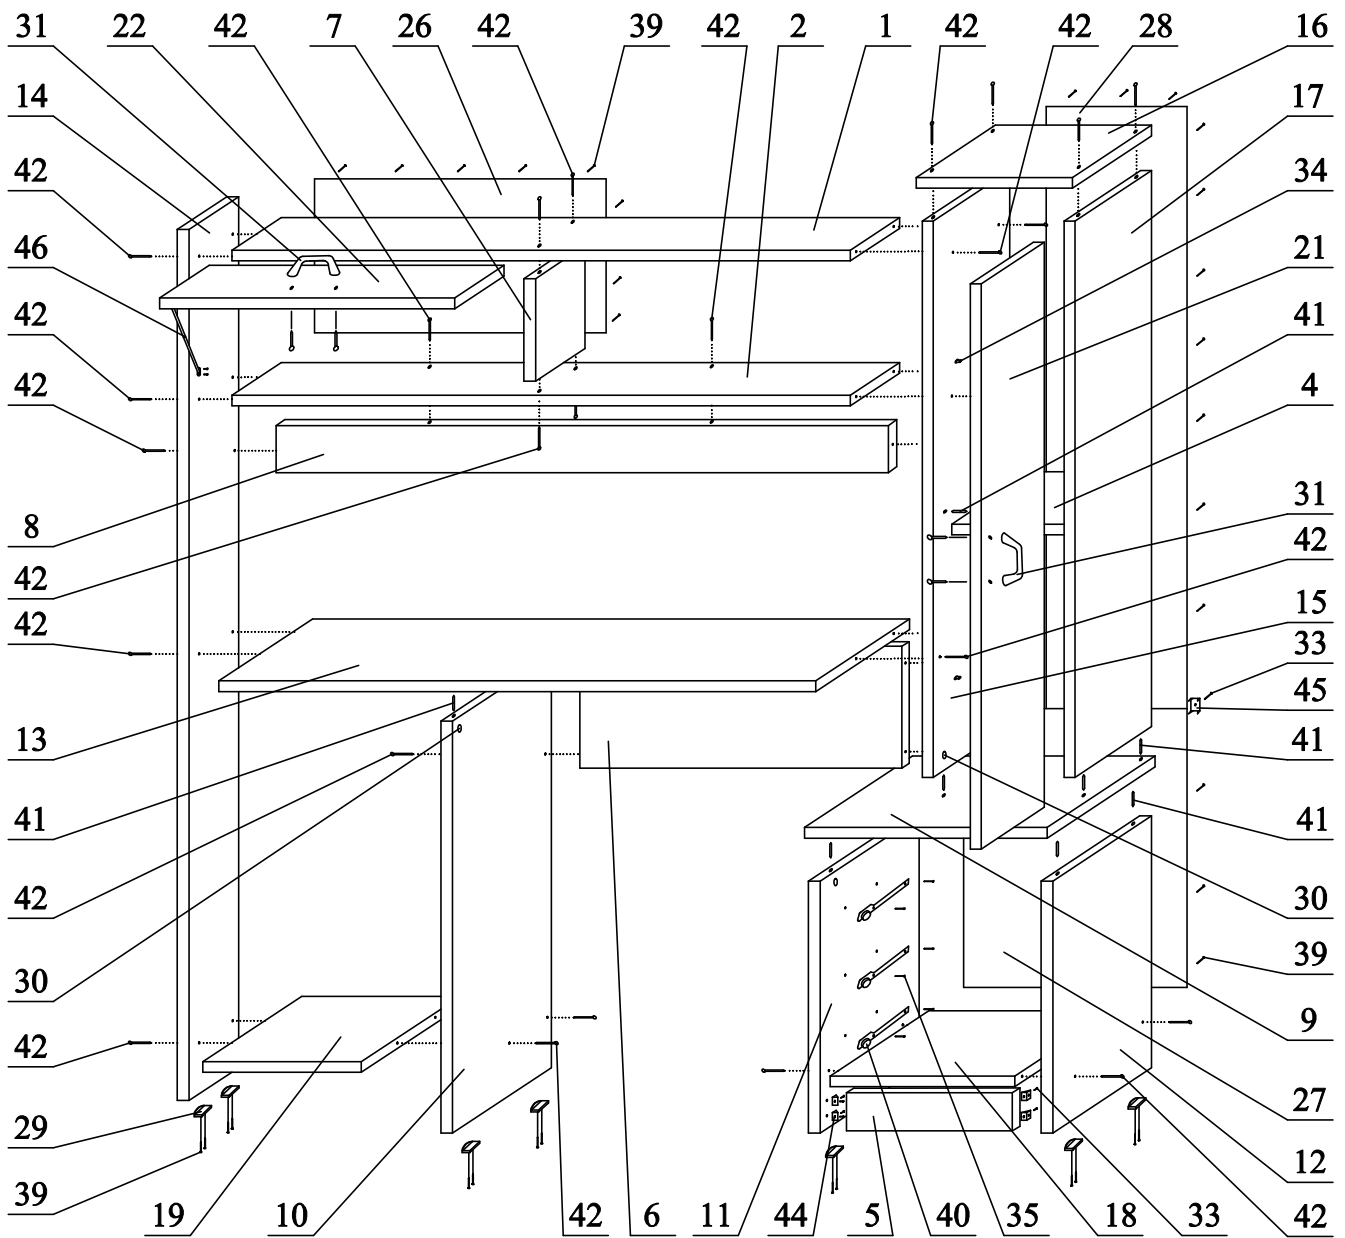
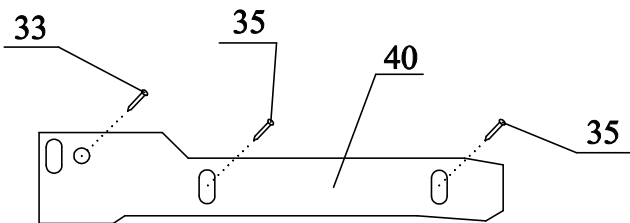

Рис. 1 Схема сборки стола
Рис. 4 Крепление направляющих
1. Вкрутить штоки эксцентрика (41) в столешницу (13), боковины пенала (15, 17) и крышу тумбы (9);
2. К боковинам тумбы (11, 12) прикрепить направляющие (40) при помощи саморезов (35) (рис.1 и рис.4);
3. К боковинам тумбы (11, 12), перегородке (10) и боковине левой (14) прибить подпятники (29) гвоздями (39);
4. К дверям (21, 22) присоединить петли (38) при помощи саморезов (33).
1. К боковинам ящика (24) присоединить задние стенки ящика (23) при помощи саморезов (36);
2. В фасады (20) вкрутить штоки эксцентрика (41) и ручки (31), и соединить с боковинами ящика (24) при помощи эксцентриков (30);
3. **Предварительно проверив равенство диагоналей при помощи шнура или рулетки**, прибить дно ящика ДВПО (25) к задним стенкам ящика (23) при помощи гвоздей (39);
4. К полученной конструкции присоединить направляющие (40) при помощи саморезов (35);
5. Установить ящики на направляющие на боковинах тумбы; если ящики установлены неровно, отрегулировать положение направляющих на боковинах тумбы; вкрутить саморезы (33) в направляющие (рис.4);
6. В боковины пенала (15, 17) вставить полкодержатели (34) и установить на них полки вкладные (3).